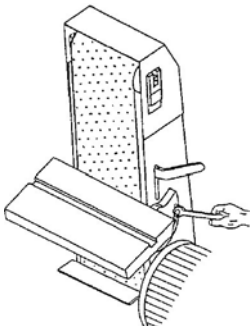
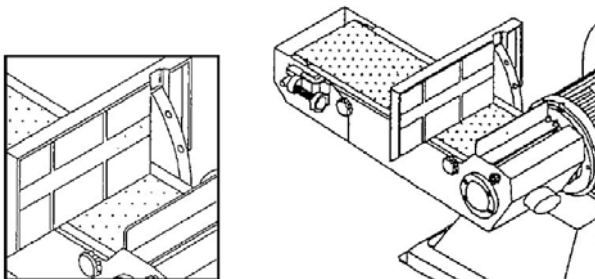

Abb. 12: Schleifarm aufstellen
Abb. 13: Arbeitstisch befestigen
Schritt 8: Den Schleifarm vertikal aufstellen (Abb. 12) und den Arbeitstisch mit einer M8x 30 Sechskantschraube und einer M8 x 18 Beilagscheibe befestigen (Abb. 13).